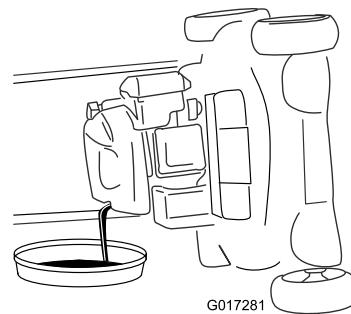

Рисунок 31
6. Извлеките щуп и слейте использованное масло в поддон для сбора масла (Рисунок 31).